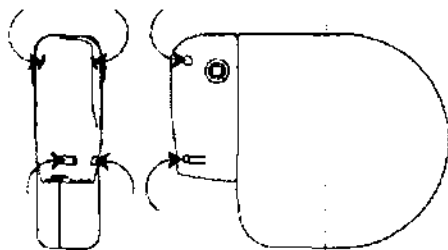

Figura 6. Posición de los orificios de sutura
4. Suture el dispositivo firmemente en el interior de la bolsa. Utilice suturas no absorbibles. Fije el dispositivo para minimizar la rotación y la migración postimplantación. Utilice una aguja quirúrgica para atravesar los orificios de sutura del dispositivo (Ver figura 6).